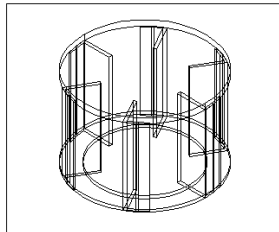

图 18-9
(3) 作圆柱体。单击  按钮或者在命令行直接输入 cylinder，以原点为底面中心，作半径为 40、高度为 2.5 的圆柱，结果如图 18-9 所示。